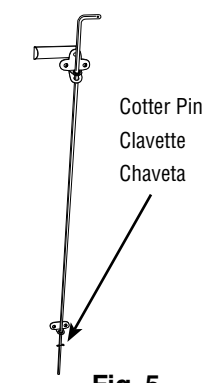

Fig. 5
- 3.) Enfilez les deux pièces de la tige de verrouillage l'une dans l'autre. Plier la rondelle plastique. Insérer la barre à travers l'assemblage du loquet, le support de barre, la rondelle plastique et le bas du support de barre. La rondelle plastique placera le loquet dans une position droite. Remettre en place la clavette (Fig.5).
- 3.) Junte las dos piezas del pestillo para portón. Dé la vuelta a la arandela de plástico. Inserte la barra a través del montaje del pestillo, el soporte de la barra de chapa, la arandela de plástico y el fondo del soporte para mantenerse la barra de chapa en su sitio. La arandela de plástico se cerrará en la posición vertical. Devuelva la chaveta a su sitio (fig.5).